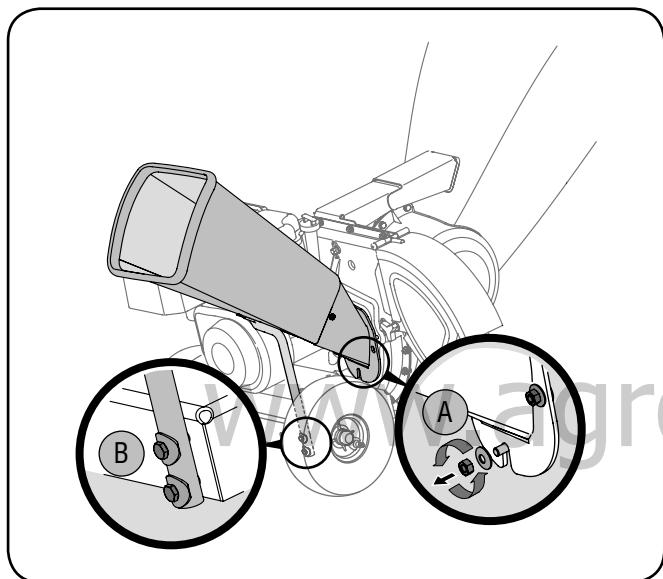

Рис. 7-1
3. Отверните три шестиграных гайки с шайбами и снимите приемный желоб. См. рис. 7-1А.
4. Отверните шестиграные болты и снимите опорную стойку (модели серии 460) с рамы. См. рис. 7-1В.